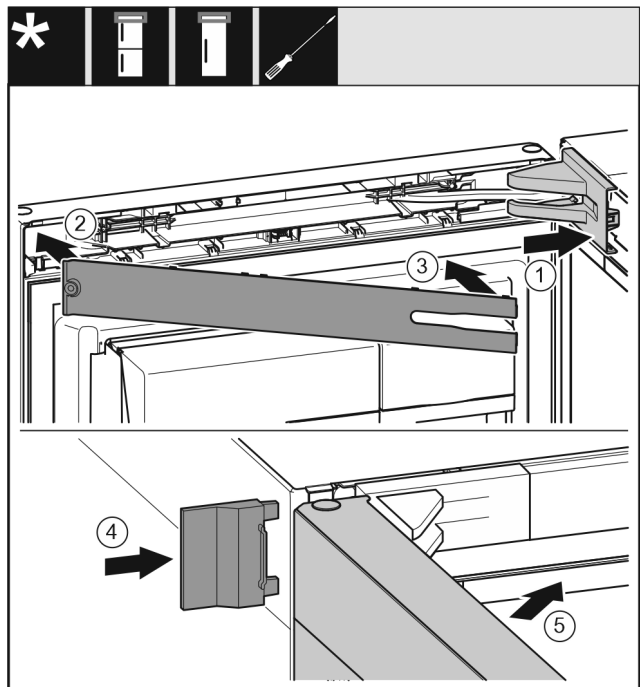

Fig. 22
- ▶ Sätt på lagerbocksskyddet och klicka fast det; skjut ev. försiktigt isär det. *Fig. 22 (1)*
- ▶ Sätt på panelen. *Fig. 22 (2)*
- ▶ Vrid in och tryck fast panelen. *Fig. 22 (3)*
- ▶ Skjut på det yttre skyddet. *Fig. 22 (4)*
- ▶ Stäng den övre dörren. *Fig. 22 (5)*